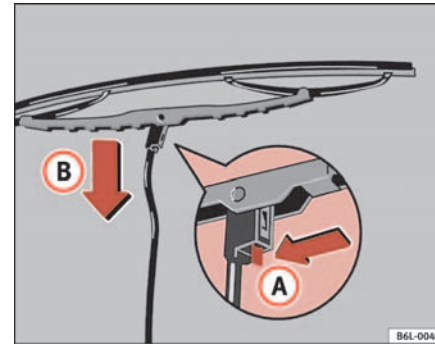

Fig. 126 Cambio escobilla limpiaparabrisas
- Oprima el resorte de seguridad en el sentido de la flecha **A** ⇒ fig. 126.
- Desenganche la escobilla en el sentido de la flecha **B** ⇒ fig. 126 y a continuación extráigala del brazo en el sentido contrario. ▶